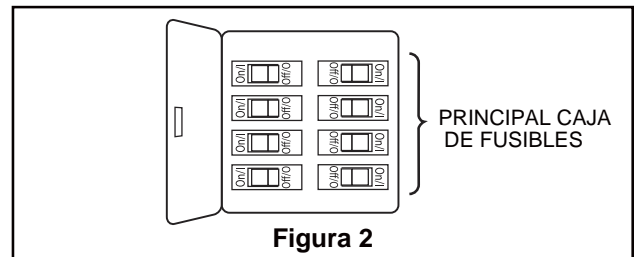

Figura 2
2. Coloque y ajuste firmemente la cubierta para el tornillo de la base sobre los tornillos de reborde de la abrazadera para colgar. Ajuste el tornillo de reborde de la abrazadera para colgar girando el chavetero de la base sobre el tornillo de reborde de la abrazadera para colgar. Ajuste el tornillo de reborde. Ensamble por completo el segundo tornillo de reborde que antes había retirado y ajústelo. (Figura 2)